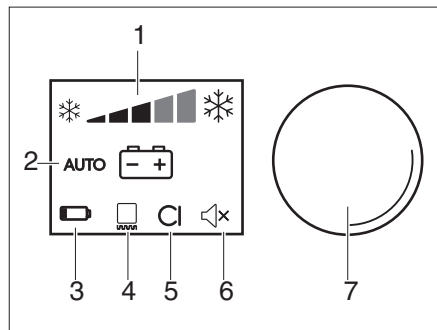

Bild 88 Reglage, knappar för kylskåpet (Dometic 10-serien)
- ▶ Ställ in driftläget på „**AUTO**”(Bild 88,2).
- ▶ Ställ in kyltemperaturen med inställningsknappen (Bild 88,7).
- ▶ Tryck på inställningsknappen (Bild 88,7) under 4 sekunder. Kylskåpet är avstängt.